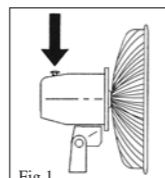

Fig.1
- Coloque la tuerca de ajuste en altura del telescópico (12) otra vez en su sitio y, después de poner el tubo telescópico (13) en la altura deseada, enrósquela fuertemente.
- Tome el conjunto motor del ventilador e insértelo en el tubo telescópico, fijándolo con la tuerca de fijación del motor al pedestal (10).
- Desenrosque la capucha-tuerca (19) en el sentido de las agujas del reloj para quitarla. A continuación desenrosque la tuerca de seguridad (18).
- Coloque la rejilla trasera (3) acoplando los tres pivotes (17) en los correspondientes orificios de la rejilla trasera (3), y enrosque la tuerca de seguridad (18) hasta que la rejilla trasera quede convenientemente sujeta.
- Introduzca las aspas (2) en el eje del motor (4) acoplando la sección de ambas partes. Lleve las aspas hasta que toquen el tope.
- Enrosque la capucha-tuerca de las aspas (19) al eje del motor (4) en sentido contrario a las agujas del reloj hasta asegurar las aspas (2) en el eje (4) por presión.
- Abra los clips (20) de la rejilla frontal (1) y coloque ésta introduciendo el gancho superior de la rejilla frontal (1) en el borde superior de la rejilla trasera de manera que queden bien unidas.
- Asegure ambas rejillas con firmeza cerrando los clips (20).
- Para hacer que la cabeza del ventilador oscile de izquierda a derecha (90°), presione el botón de oscilación (5) hacia abajo. Para detener la oscilación, tire del botón de oscilación (5) hacia arriba (Fig. 1 y 2).